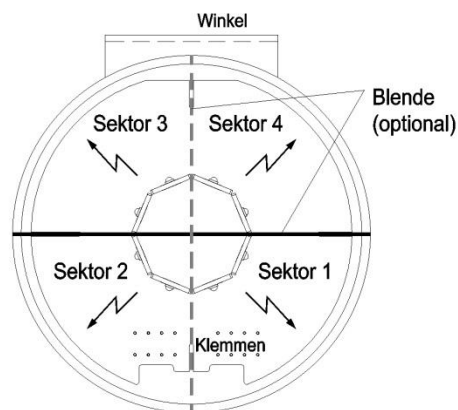

Abbildung 2 - Sektoraufteilung der Lichtabstrahlung
Das optische Warnsignal wird nach dem Anlegen der Betriebsspannung in wahlweise drei Betriebsarten (Blitz-, Blink- und Rundumlichtbetrieb) erzeugt und über 16 LEDs abgestrahlt. Diese sind in zwei Ebenen horizontal abstrahlend verteilt. 4 LEDs bilden dabei immer einen Sektor. Es besteht die Möglichkeit, ein oder zwei der vier Sektoren abzuschalten, siehe Abbildung 2 - Sektoraufteilung der Lichtabstrahlung. Dies kann zur Minimierung der Leistungsaufnahme für nicht benötigte Abstrahlrichtungen oder zur Vermeidung von Fehlinformationen oder Blendung verwendet werden. Die Betriebsarten, die Sektorabschaltung und die Aktivierung einer möglichen Nachtabsenkung der Lichtstärke kann mittels DIP-Schalter konfiguriert werden. Die Nachtabsenkung der Lichtstärke wird bei dunkler Umgebung < 50 Lux wirksam.
- Die Lichtabstrahlung ist in 4 Sektoren (siehe Abbildung 2 - Sektoraufteilung der Lichtabstrahlung) unterteilt. Jeder Sektor kann einzeln deaktiviert werden. Es ist jedoch nicht möglich, zusammen mehr als 2 Sektoren auszuschalten. In solch einem Fall wird die Einstellung ignoriert und alle Sektoren aktiviert. So ist sichergestellt, dass unabhängig von der Schalterstellung immer mindestens 2 Sektoren aktiv sind.